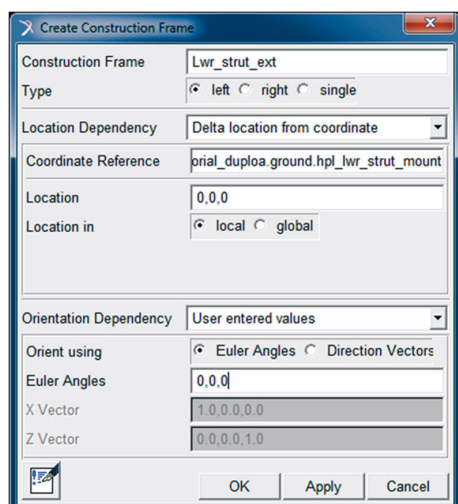

Figura 5.62 – Janela relativa à criação do *Construction Frame* “*Lwr\_strut\_ext*”.
- A janela *Create Construction Frame* será aberta e os campos deverão ser preenchidos, conforme a Figura 5.62.